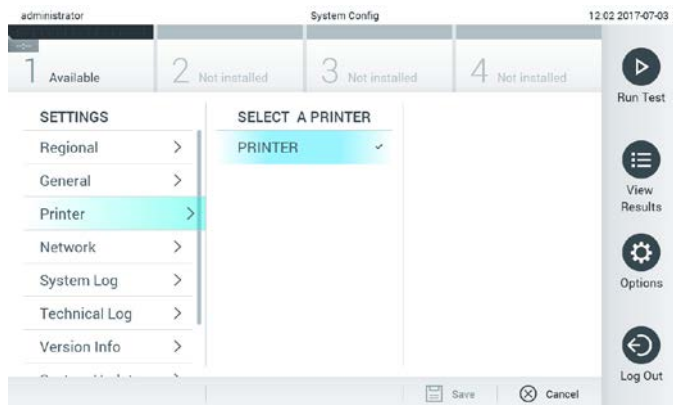

図 65. システムプリンターを選択。
3. 利用可能なプリンターのリストからプリンターを選択します（図 65）。